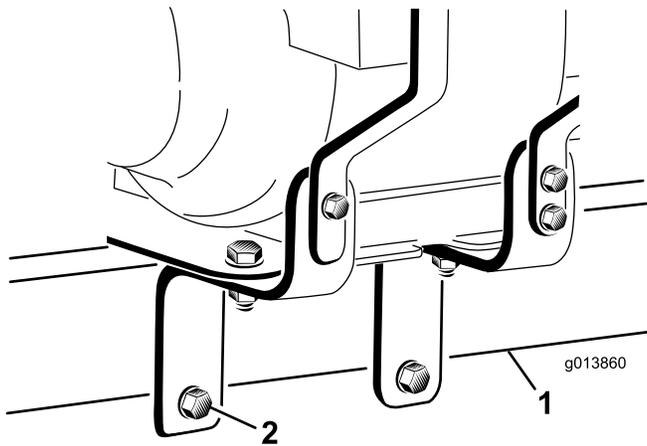

Figure 7
20. Insérez les (2) boulons 13mm x 13 cm dans les trous des supports du moteur en veillant à placer une rondelle plate contre chaque face extérieure du support et à faire passer les boulons bien en dessous du bas du tube d'attelage du ProPass. Serrez les (2) écrous 1/2" à la main (Figure 7).